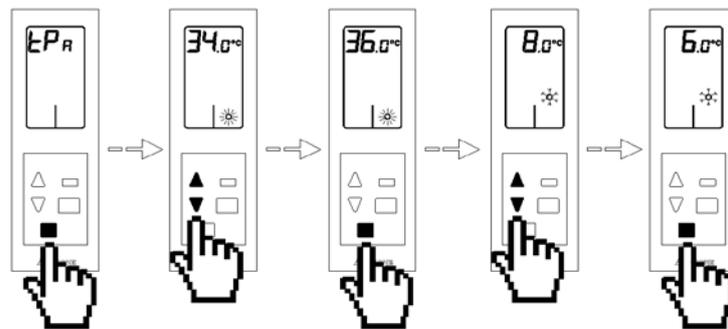

Fig. 108
- Temperatura de corte en modo calor y frío EP_R :** Esta opción permite definir las temperaturas de corte del sistema para la protección del equipo de aire. Por defecto el sistema tiene como temperatura de corte en calor 34° y como temperatura de corte en frío 8° . Si desea modificar estos valores pulse el botón de confirmación , el valor del menú se pondrá a parpadear, esto indica que estamos dentro del menú. Si desea salir del menú pulse el botón salir para volver al menú anterior. Primero modificaremos la temperatura de corte para calor. El sistema permite modificar la temperatura entre estos valores 32° , 34° , 36° . Seleccione la opción deseada mediante las flechas Δ / ∇ y pulse el botón de confirmación . Una vez confirmado modificaremos la temperatura de corte para frío. El sistema permite modificar la temperatura entre estos valores 6° , 8° , 10° . Seleccione la opción deseada mediante las flechas Δ / ∇ y pulse el botón de confirmación . (Fig. 108)